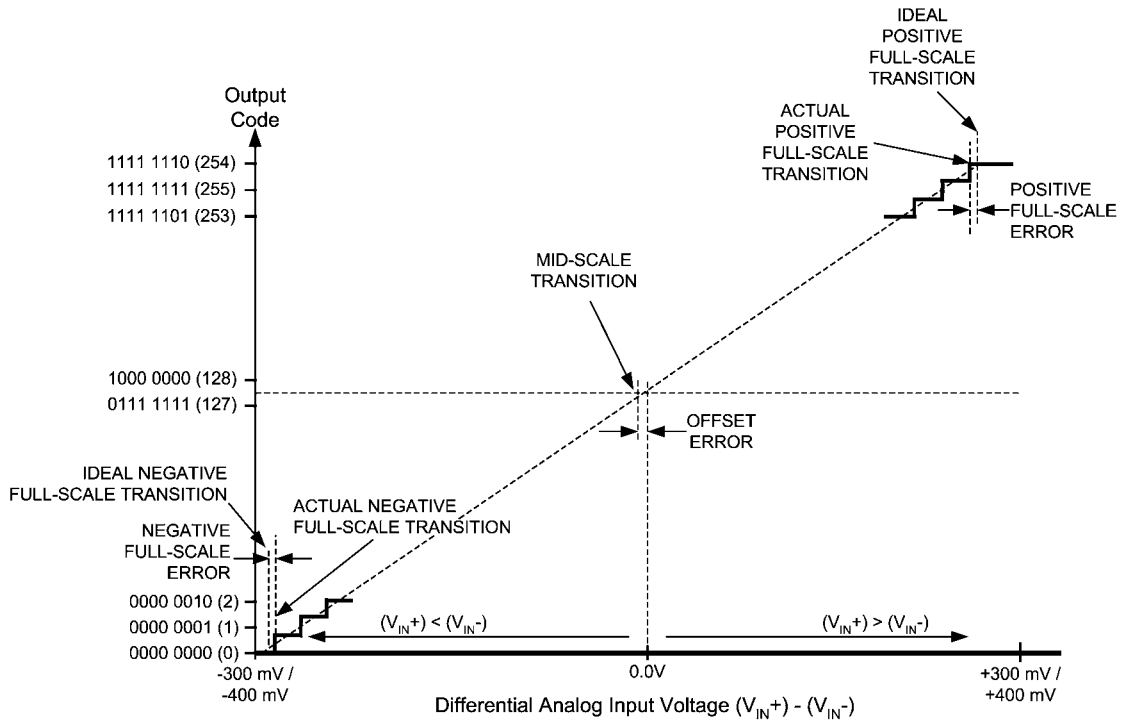

FIGURE 2. Input / Output Transfer Characteristic
- Note 9:** 本デバイスのフルスケール誤差の計算では、実際のリファレンス電圧はその公称値に正確に一致していると仮定しています。そのためデバイスのフルスケール誤差は、フルスケール誤差とリファレンス電圧誤差の組み合わせになります。Figure 2 の伝達特性を参照してください。ゲイン誤差とフルスケール誤差の関係についてはゲイン誤差の仕様定義を参照してください。